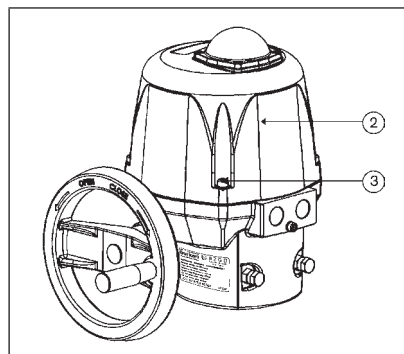

Bild 10: Haube Demontage
- Haube 2 durch Lösen der vier Befestigungsschrauben 3 entfernen (siehe „Bild 10“).